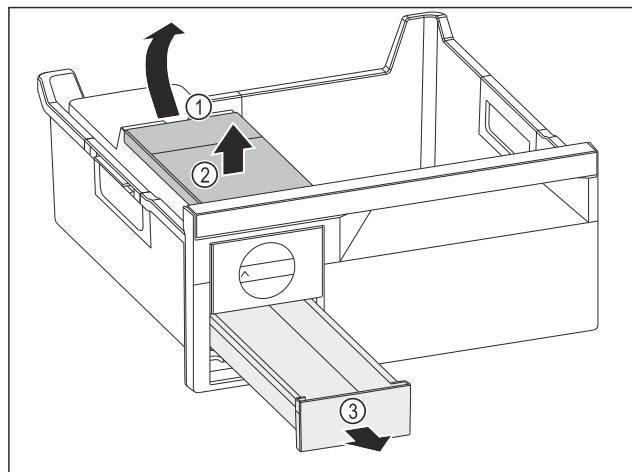

Fig. 142
- ▶ Wyjmowanie zbiornika wody: Zbiornik wody unieść za wycięcia Fig. 142 (1).
- ▶ Wyjąć zbiornik wody Fig. 142 (2) do góry.
- ▶ Wyjąć szufladę na kostki lodu Fig. 142 (3) do przodu.